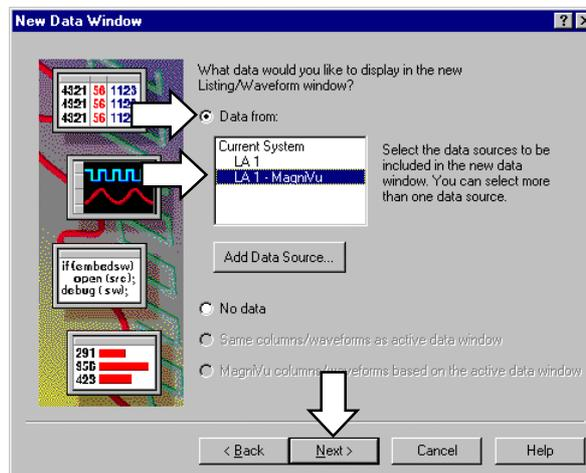

図 3-9 : [New Data Window]ウィザードのデータ・ソースを選択するためのダイアログ・ボックス
3. 図 3-9 のダイアログ・ボックスが現れるので、[Data from]オプション・ボックスを選択し、リスト・ボックスの[LA1 - MagniVu]を選択し、<Next>ボタンをクリックします。